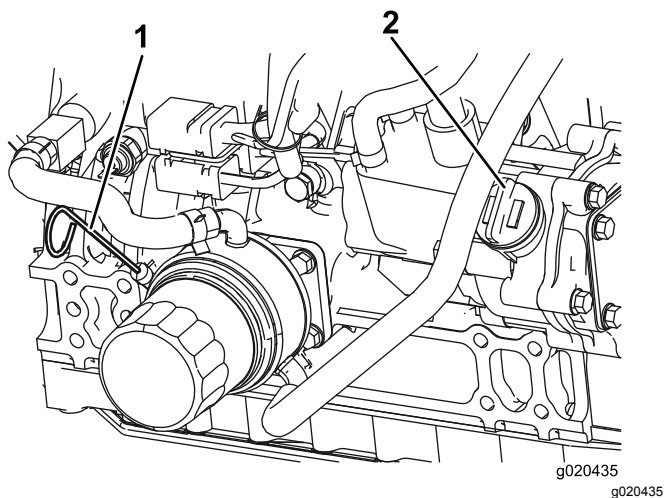

Рисунок 29
Уровень масла должен находиться в допустимом диапазоне (Рисунок 29).
4. Если уровень масла ниже безопасного диапазона, снимите крышку заливной горловины (Рисунок 29) и добавляйте масло до тех пор, пока его уровень не достигнет отметки Full (Полный). **Не допускайте переполнения.**